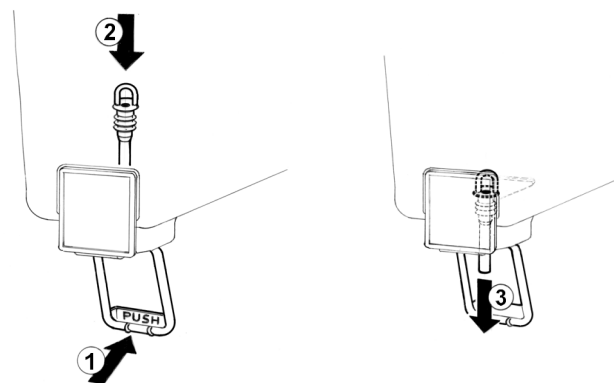

Bild 5
(3) bis er genau sitzt (Bild 5).